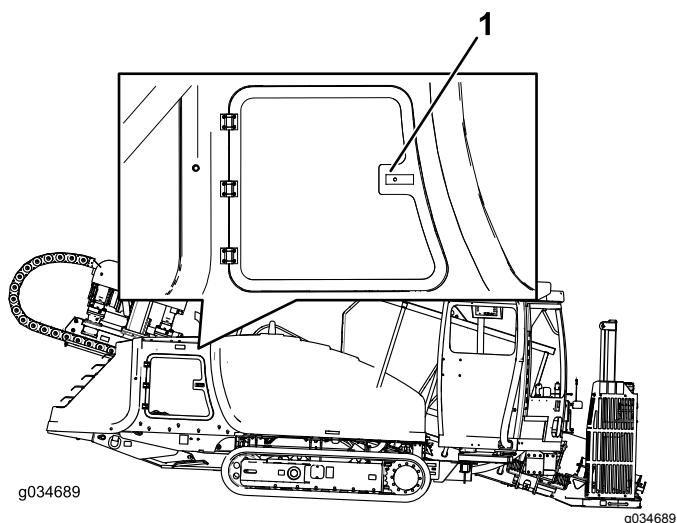

Figura 72
2. Presione sobre el lado izquierdo del tirador del panel, y abra el panel cuando el cierre se desenganche (Figura 72).